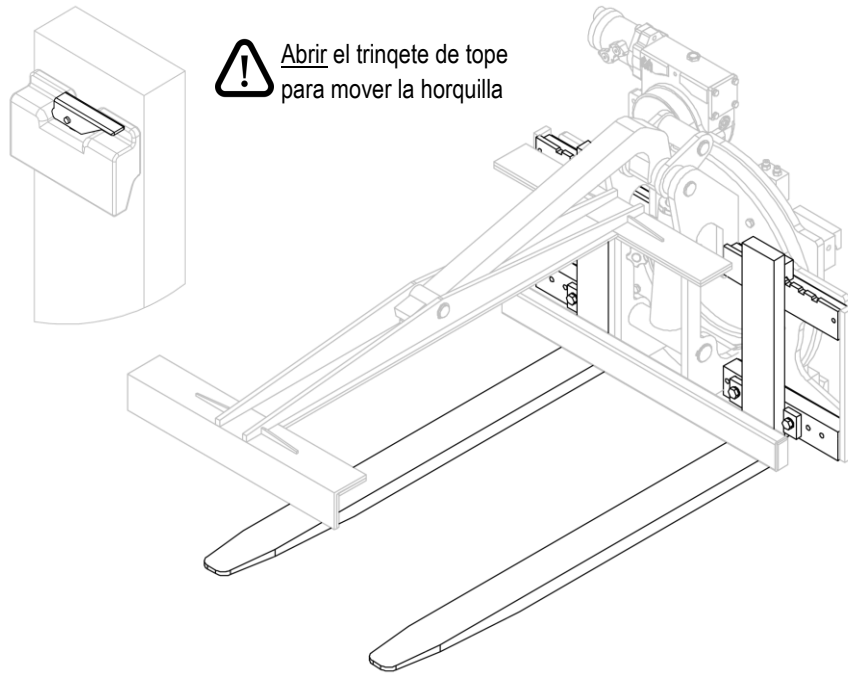
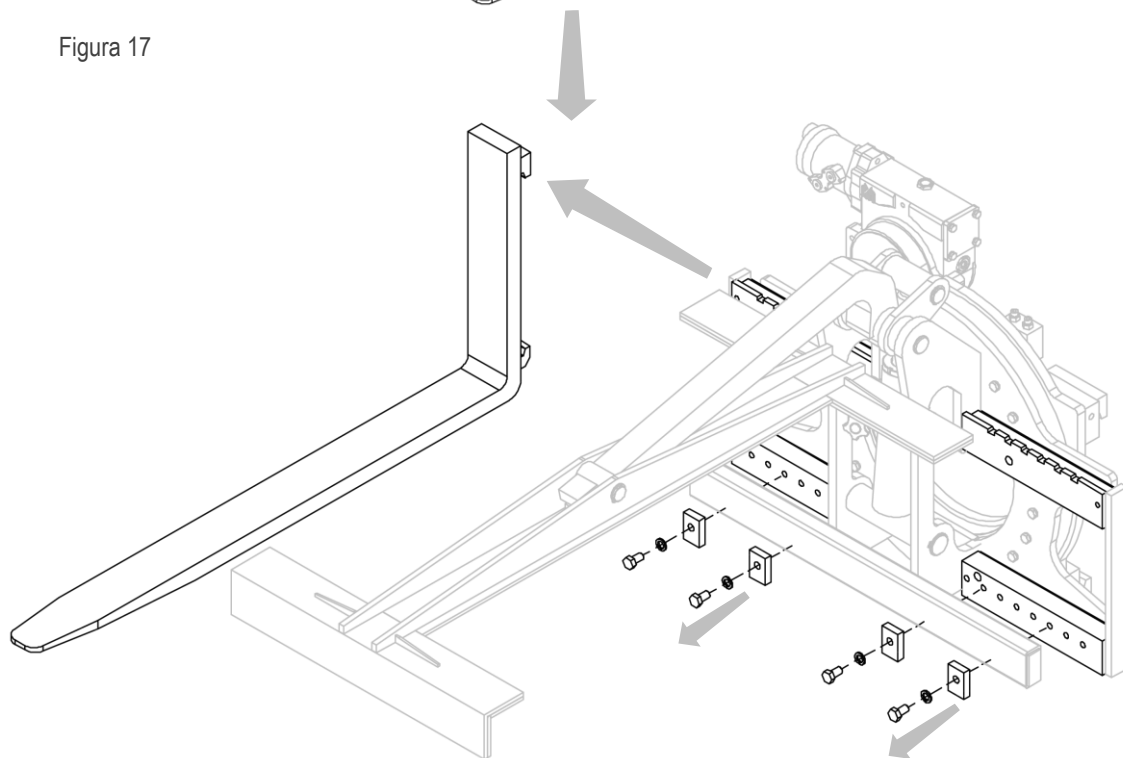

Figura 17
Figura 18
2. Retire las horquillas después de desenroscar los tope y abrir el trinquete de tope de la horquilla (mira *Figura 17* e *Figura 18*).